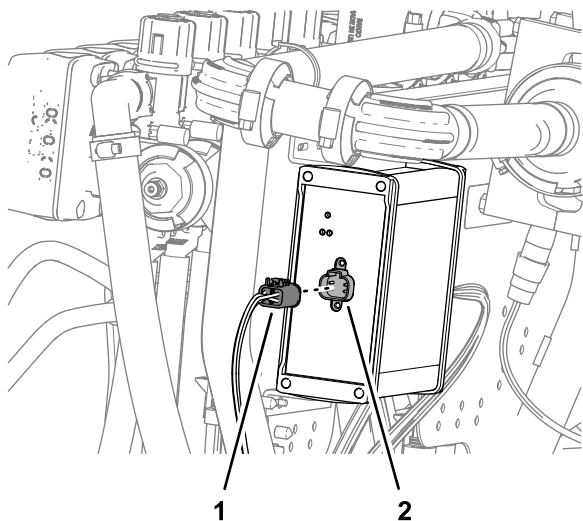

Рисунок 118
3. Вставьте 4-гнездовой разъем с маркировкой TO ASC 10 (к ASC 10) жгута проводов опрыскивателя из комплекта в 4-штыревой разъем контроллера опрыскивателя ASC 10 (Рисунок 118).